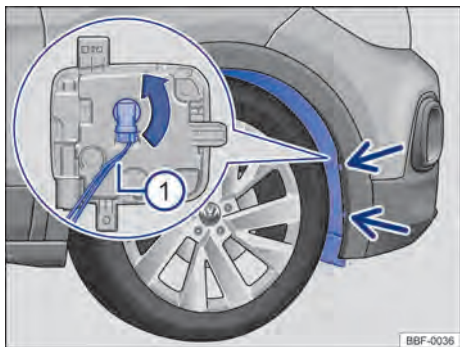

Fig. 188 Na caixa de roda dianteira: acesso à lâmpada incandescente do farol de neblina.
- 2 Remover os parafusos de fixação do revestimento da caixa de rodas → Fig. 188 (setas) com o auxílio de uma chave de fenda.
- 5 Retirar o conector de alimentação da lâmpada → Fig. 188 ①, pressionar, ao mesmo tempo, a trava de fixação do conector.
- 6 Girar o soquete da lâmpada → Fig. 188 (seta), no sentido anti-horário até o batente, e desencaixá-lo do alojamento.
- 11 Encaixar o conector de alimentação → Fig. 188 ① no soquete da lâmpada. o conector precisa encaixar audivelmente.
- 13 Recolocar os parafusos de fixação → Fig. 188 (setas) e apertá-los.